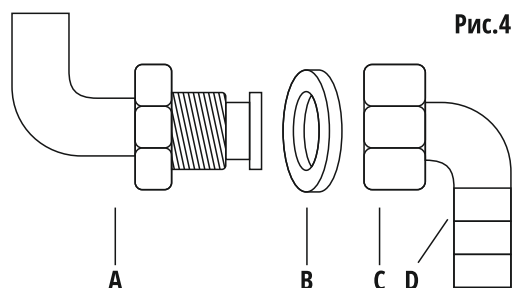

Рис.4
D: Зубчатый разъем для шланга (см. рис. 4)
- Минимальное расстояние, на котором может находиться воспламеняемый материал прямо над варочной поверхностью – 700 мм (см. рис. 4\*).